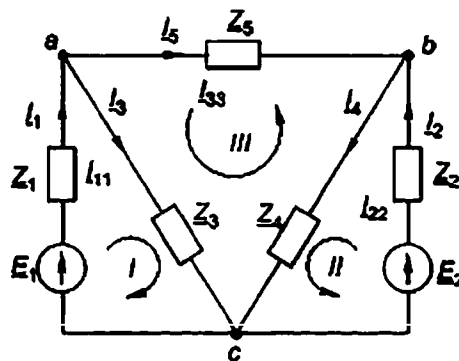

Рис. 1.50. Система расчетных уравнений для сложной электрической цепи
1. На схеме замещения выделяются узлы a, b, c и независимые контуры I, II, III (рис. 1.50).
3. Первые два уравнения (баланс токов в узле) составляются по первому закону Кирхгофа для узлов a и b. Направления токов в ветвях принимаются условно и показаны на рис. 1.50.
4. Оставшиеся три уравнения (баланс падений напряжения в контуре) составляются по второму закону Кирхгофа для контуров I, II и III. Направления обхода контуров принимаются условно и показаны на рис. 1.50.